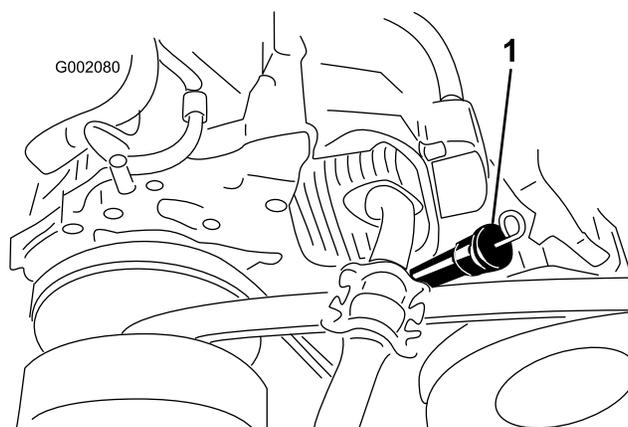
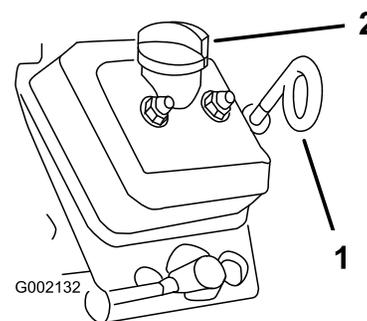

Figura 10
Figura 11
2. Pulite intorno all'asta di livello dell'olio (Figura 10 per i modelli 07266TC, 07279 e Figura 11 per i modelli